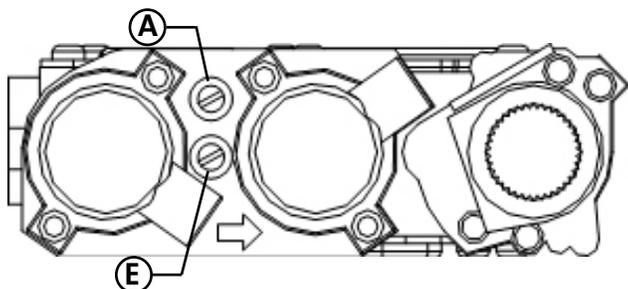

Figure 26. Points de test de pression.
**Tests de pression:** Branchez un manomètre au point de test de pression approprié sur la valve de contrôle gaz. Voir Fig. 26. Les points de branchements sont situés à l'avant de la valve, et sont identifiés ainsi :